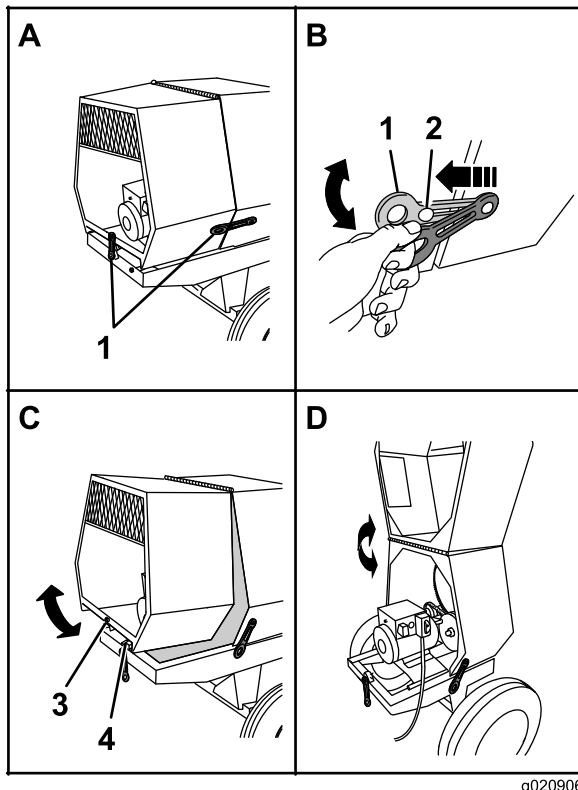

Figura 23
3. En la parte trasera de la máquina donde la cubierta trasera se une al bastidor de la máquina, agarre el cierre y desengánchelo del anclaje de la cubierta (Figura 23).
4. Gire la cubierta trasera hacia arriba y hacia adelante hasta que quede colocada sobre la cubierta delantera (Figura 23).
1. Gire la cubierta trasera hacia atrás y hacia abajo hasta que el alojamiento situado en el centro del borde inferior esté alineado con el perfil en V y enrasado con el bastidor de la máquina (Figura 23).
4. Repita el paso 3 en el otro lado de la máquina (Figura 23).
1. En el lado de la máquina, en la unión entre la cubierta delantera y la trasera, agarre el cierre y desengánchelo del anclaje de la cubierta trasera (Figura 23).